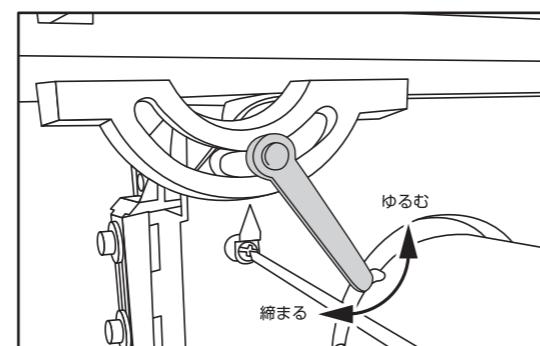

図4
1. テーブル固定レバーを反時計周りにゆるめて、テーブルの傾斜ができるようにしてください。(図4)